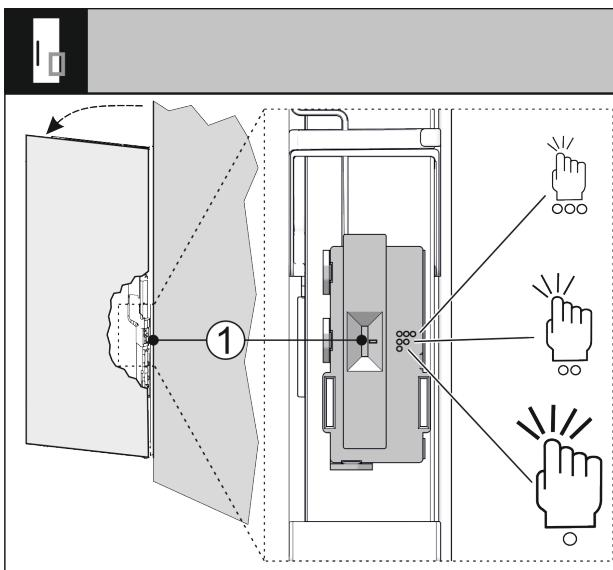

Fig. 32
Osjetljivost senzora kucanja možete namjestiti sklopkom Fig. 32 (1). Sklopka se nalazi na strani šarke na donjoj trećini vrata.
- Gurnite sklopku Fig. 32 (1) u željeni položaj sklopke.